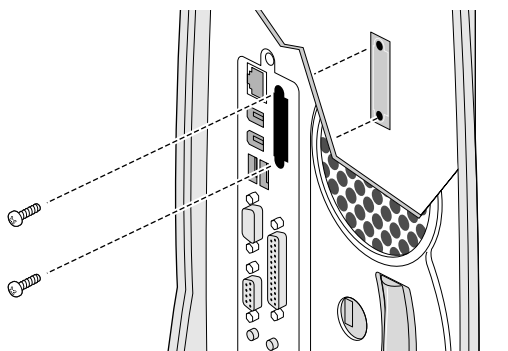

Figura 5-5 Rimozione della piastrina di copertura dallo slot per la scheda opzionale
4. Rimuovere la piastrina di copertura dallo slot della scheda opzionale situato sul retro del sistema, come illustrato nella Figura 5-5.